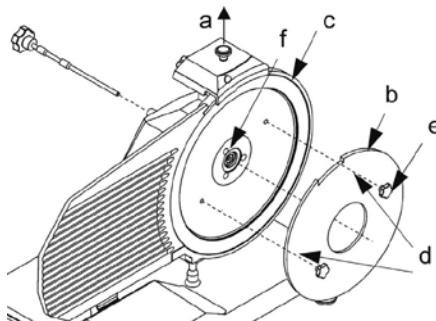

FIG. nr. 7 – Montarea sculei de extragere a lamei (b)
Pentru a curăța fata opusă este necesar să se scoată lama (vezi FIG. nr. 7).
- demontarea apărătoarei lamei (vezi FIG. nr. 7);